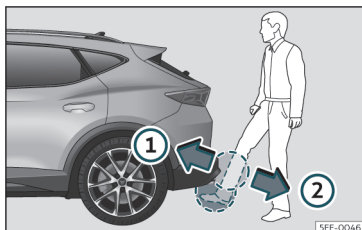

Fig. 80 Portellone del bagagliaio con apertura controllata da sensore (Easy Open).
- Con un movimento rapido, avvicinare un piede e la parte inferiore della gamba il più possibile al paraurti. La parte inferiore della gamba deve avvicinarsi alla zona del sensore superiore e il piede alla zona del sensore inferiore»» **fig. 80 ①**.
»» **fig. 80 ②**. A questo punto il portellone posteriore si apre automaticamente.